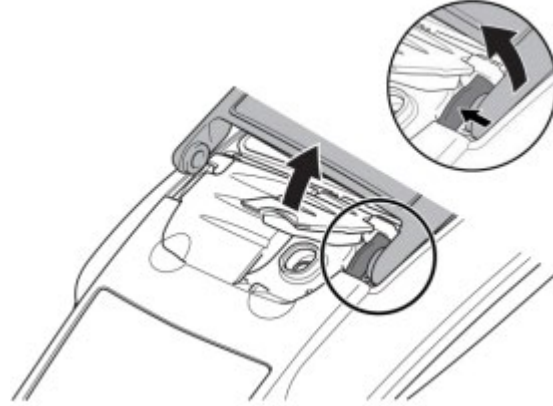

图 4.7：重复然后提起电池组
5. 在另一侧重复操作以完全释放电池组，然后将其提起（图 4.7）